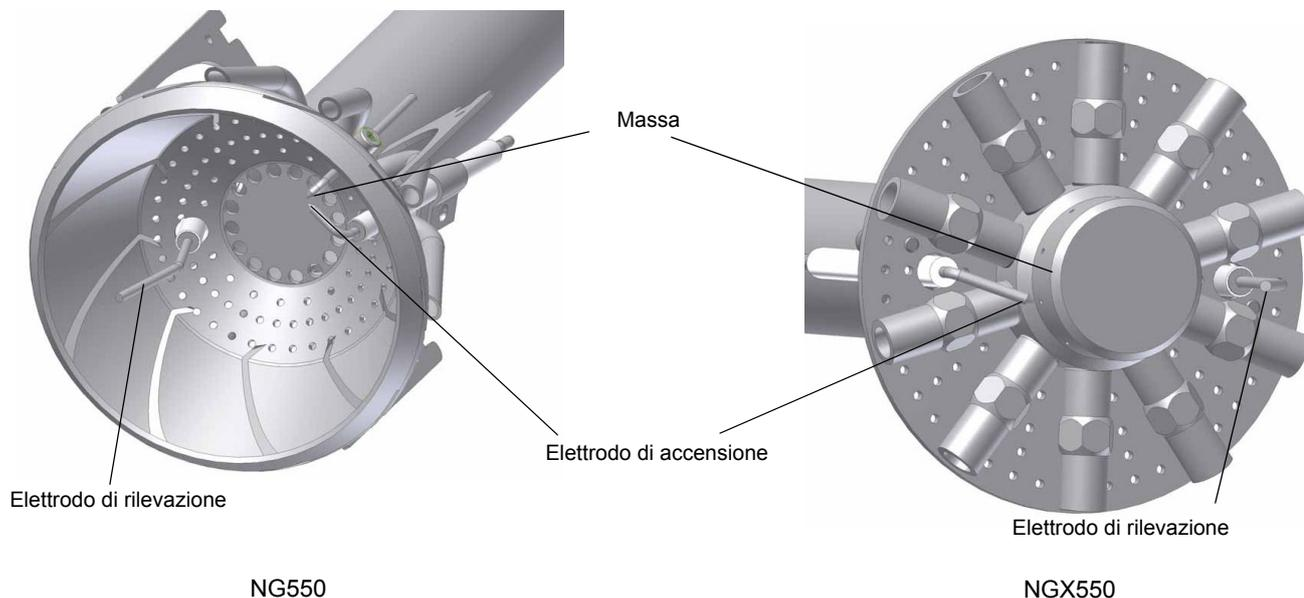
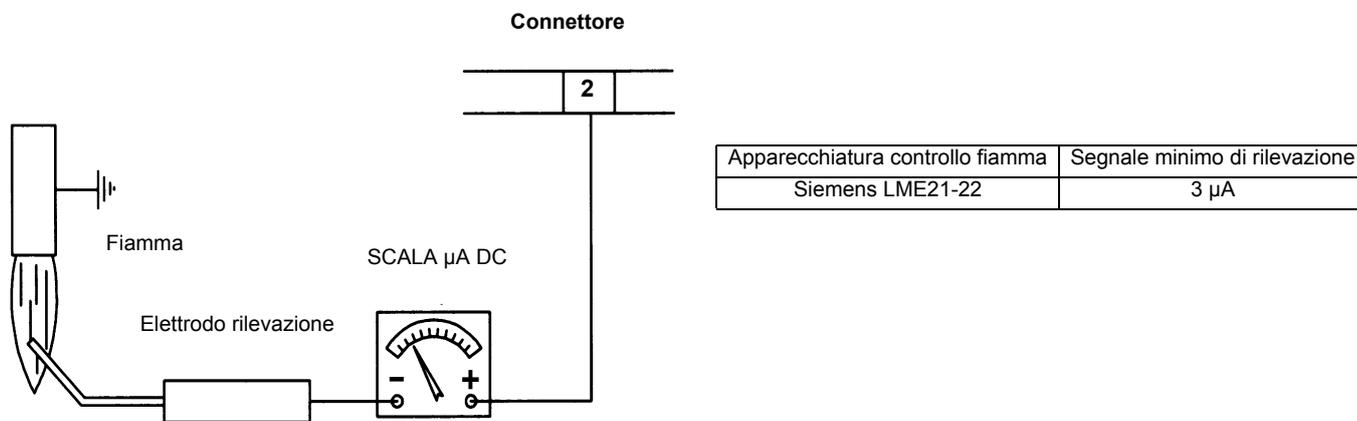

Fig. 50
Fig. 51
- Esame elettrodi di accensione e di rilevazione, pulizia, eventuale registrazione e se necessario sostituzione (vedi Fig. 50). In caso di dubbio verificare il circuito di rilevazione, dopo aver rimesso in funzione il bruciatore, seguendo lo schema in Fig. 51.
**ATTENZIONE:** per non compromettere il funzionamento del bruciatore, evitare il contatto degli elettrodi di accensione e rilevazione con parti metalliche (testa, boccaglio, ecc). Controllare la posizione degli elettrodi dopo ogni intervento di manutenzione sulla testa di combustione. Controllare che la distanza tra l'elettrodo di accensione e la massa sia di **4±5 mm**. (vedi Fig. 50).
Nel caso in cui il bruciatore vada in blocco, eseguire i seguenti controlli. Per misurare il segnale di rilevazione seguire lo schema in Fig. 51. Se il segnale è inferiore al valore indicato, verificare la posizione dell'elettrodo di rilevazione, i contatti elettrici ed eventualmente sostituire l'elettrodo di rilevazione.